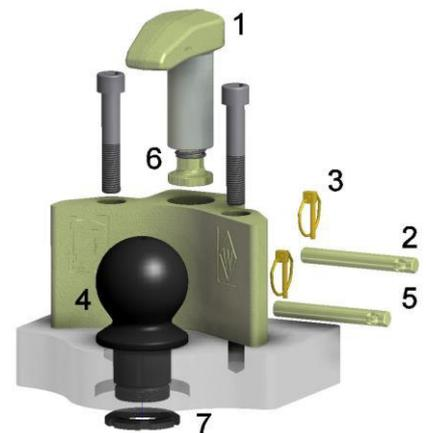

Bild 2 – einstellbarer Niederhalter
3.1 Einkuppeln (siehe Bild 2):
- > Den Klappstecker (3) des Niederhalterbolzens (2) lösen und den Bolzen aus der Lagerung herausziehen.
- > Den Niederhalter (1) um 90 ° in die seitliche Position schwenken.
- > Die Zugkugelnkupplung (Kugelkalotte) über die Kugel (4) bringen.
- > Den Niederhalter (1) zurück in Fahrtrichtung schwenken, so dass er über der Kugelkalotte steht.
- > Mit dem Niederhalterbolzen (2) und dem Klappstecker (3) sichern.
- > Den Niederhalter (1) in Fahrtrichtung schwenken und mit dem Niederhalterbolzen (2) und dem Klappstecker (3) sichern.
3.3 Einstellbarer Niederhalter (siehe Bild 2):
Bei beengten Platzverhältnissen besteht die Möglichkeit, anstelle des Niederhaltergehäuses mit Fangeinrichtung (Bild 2) ein alternatives, schmaleres Niederhaltergehäuse 8300K einzusetzen.
Austausch der Kugel (siehe Bild 2):